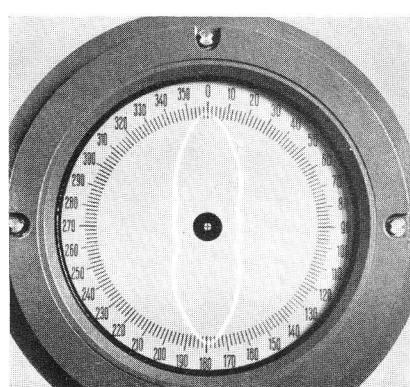
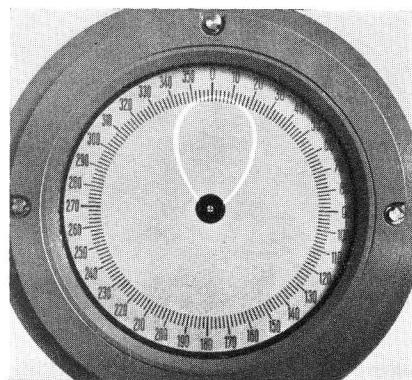

**Abb. 22: Peilkeule
Abb. 25: Seitenbestimmung
68. Trifft nun eine Spannung auf den Peilvorsatz und damit auf den ZF-Verstärker, so nimmt der Anodenruhestrom ab, wodurch der Lichtfleck in Richtung zur Leuchtschirmmitte wandert. Da Ablenkvorrichtung und Goniometer synchron (mit etwa 11 U/sec.) rotieren, liegt der Leuchtpunkt beim Durchgang durch das Peilmimum am Rande des Leuchtschirmes, um sich bei Weiterdrehung des Goniometers entsprechend der zunehmenden Spannung am Ausgang des Peilvorsatzes in Richtung zur Schirmmitte zu verschieben. Es entsteht so eine zusammenhängende Leuchtfiugur in Form einer Doppelkeule (Abb. 22), deren Spitzen in Richtung des Peilmimums zeigen.
69. Die beispielsweise in Abb. 22 wiedergegebene Peileule ist zweideutig, da die Peilung sowohl bei 0° wie bei 180° liegen kann. Man erhält die richtige Peilseite durch Einstellung des Peileitenschalters auf die Stellung „Seite rot“ (rechter Anschlag). Bei einer vollständigen Umdrehung des Goniometerrotors würde man im Kopfhörer nur ein (allerdings meist stark getrübtes) Minimum wahrnehmen; dementsprechend zeigt das Braunsche Rohr eine je nach der Phasenlage der Hilfsspannung mehr oder minder stark verzerrte Einfachkeule (Abb. 25 und 26). Die Richtung dieser Seitenkeule entspricht der richtigen Peilseite. (Der gepeilte Sender liegt bei der Abbildung 25 also beispielsweise in der Gegend von 0° .)